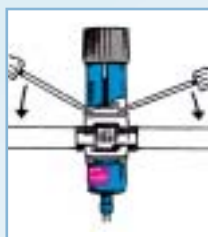

fig.1
- Il est très facile de **rincer "manuellement" une vanne de régulation d'eau** de type WVFX. Il suffit de placer deux tournevis dans l'encoche prévue à cet effet sous la cuvette de ressort. Ces encoches se trouvent de part et d'autre du boîtier à ressort (la partie réglage). Un mouvement descendant en direction des conduites permet d'augmenter l'écoulement de l'eau. Se référer aussi à la fig.1.